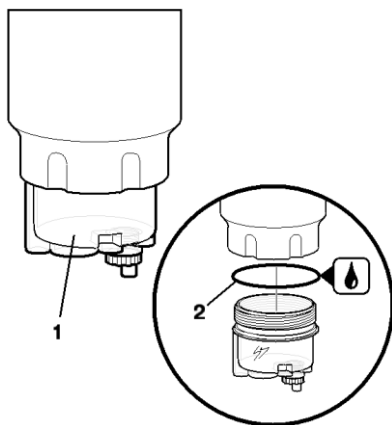

Рисунок 42 – Замена водосборного отстойника:
3. Отвернуть водосборник 1 (рисунок 42) с помощью специального ключа из упаковки нового отстойника, при этом необходимо удерживать сменный фильтр для исключения его отворачивания.